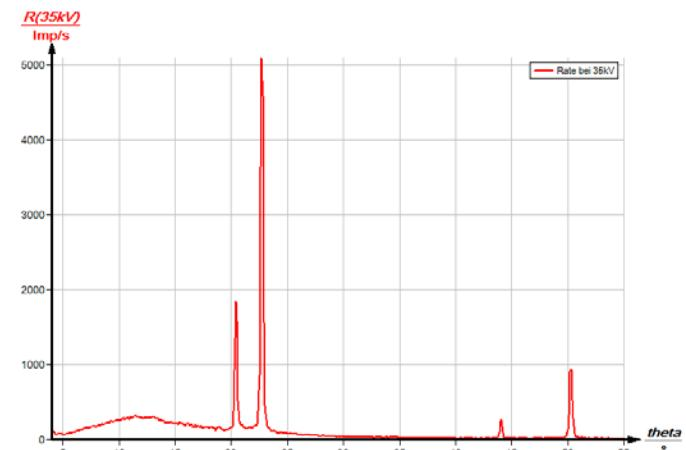

Abb. 7: Röntgenspektrum von Kupfer, LiF-Einkristall als Analysator.
Abb. 7 zeigt das Röntgenspektrum von Kupfer bis zur Interferenz 2. Ordnung. Die Tabelle enthält die daraus ermittelten Glanzwinkel  $\vartheta$  der charakteristischen Linien und die mit Hilfe von (2) berechneten zugehörigen Werte für die Wellenlängen.